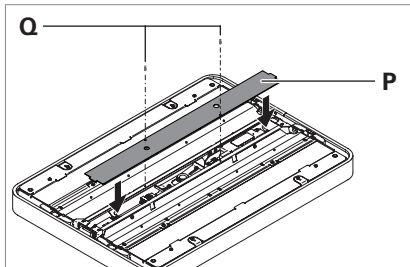

Fig. 12: Abdeckung montieren.
- Setzen Sie die Abdeckung **P** auf den Leuchtenkopf, siehe Fig. 12.